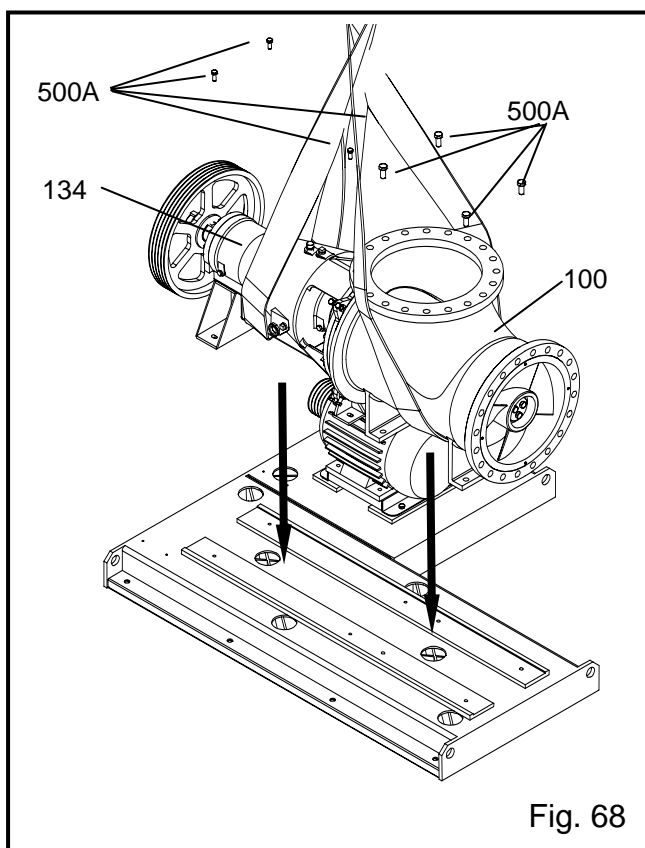

Fig. 68
correias de elevação ou correntes que estão á volta do suporte de rolamentos (134) e curva da bomba (100), ver Fig. 68.